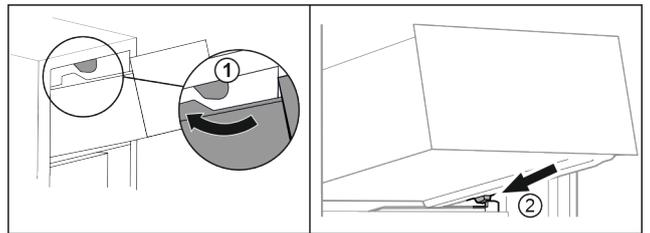

Fig. 94
- ▶ Far passare il cassetto sui fermi superiori. Fig. 94 (1)
- ▶ Applicare il cassetto inclinandolo dietro i fermi inferiori sulla nervatura del contenitore. Fig. 94 (2)